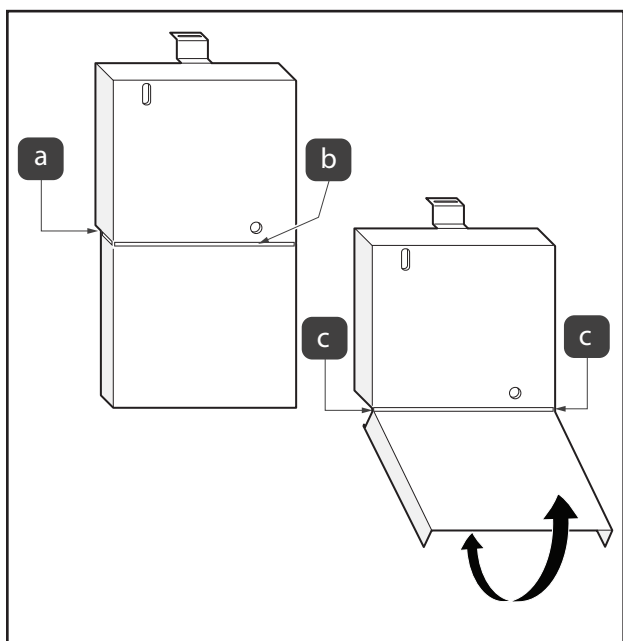

Figure 14. Réinstallez la face neutre
16. Si la moitié inférieure du panneau à face neutre doit être enlevée, utilisez des pinces diagonales pour couper les deux pattes arrière, reportez-vous à la Figure 14 (a).
17. Découpez l'étiquette du panneau à face neutre à travers l'ouverture du panneau à face neutre, reportez-vous à la Figure 14 (b).
18. Faites pivoter la partie inférieure du panneau à face neutre en exerçant un mouvement de va-et-vient jusqu'à ce que les pattes se détachent, reportez-vous à la Figure 14 (c).